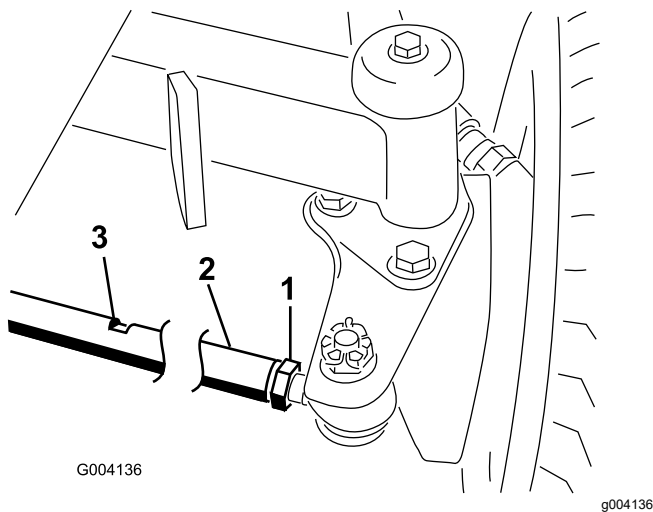

Bild 138
1. Lösen Sie die Klemmmutter an jedem Ende der Spurstange (Bild 138).